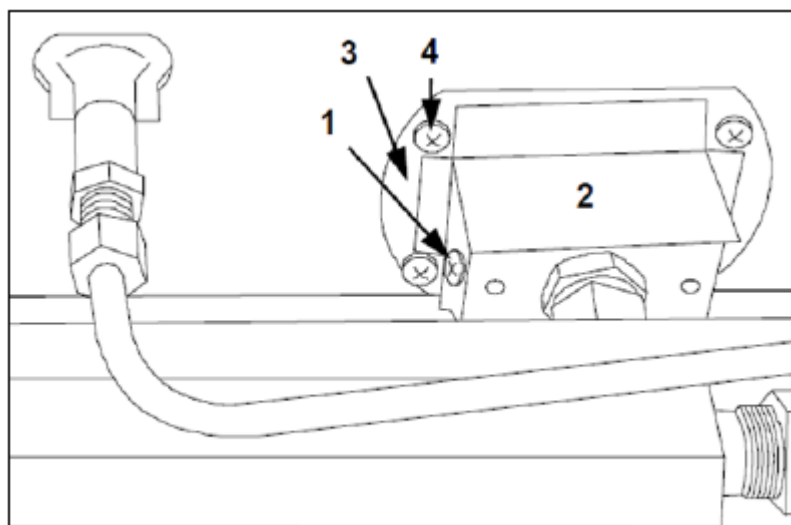

FIG.16
- Verwijder de luchtregelbrander (FIG.16-Ref.2), draai de schroeven los (FIG.16-Ref.1) en schuif deze eruit;
- Draai de 4 schroeven (FIG.16-Ref.4) los, schuif de brander eruit (FIG.16-Ref.3) en vervang deze;